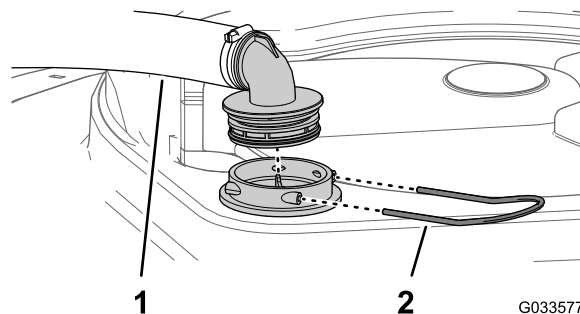

Рисунок 59
2. В верхней части бака опрыскивателя снимите держатель, который крепит шланговый штуцер, подсоединенный к большому шлангу, идущему от корпуса фильтра (Рисунок 59).
- Отсоедините шланг и шланговый штуцер от корпуса фильтра (Рисунок 59).